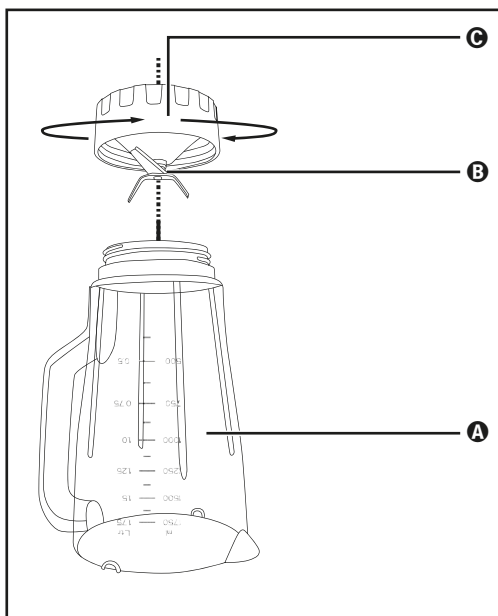

Abb. 3
- 2) Stellen Sie das Gerät auf den Kopf und drehen Sie das untere Plastikteil Ⓒ des Mixaufsatzes ③ gegen den Uhrzeigersinn, so dass es sich vom oberen Plastikteil Ⓐ des Mixaufsatzes ③ lösen lässt (siehe Abb. 3).